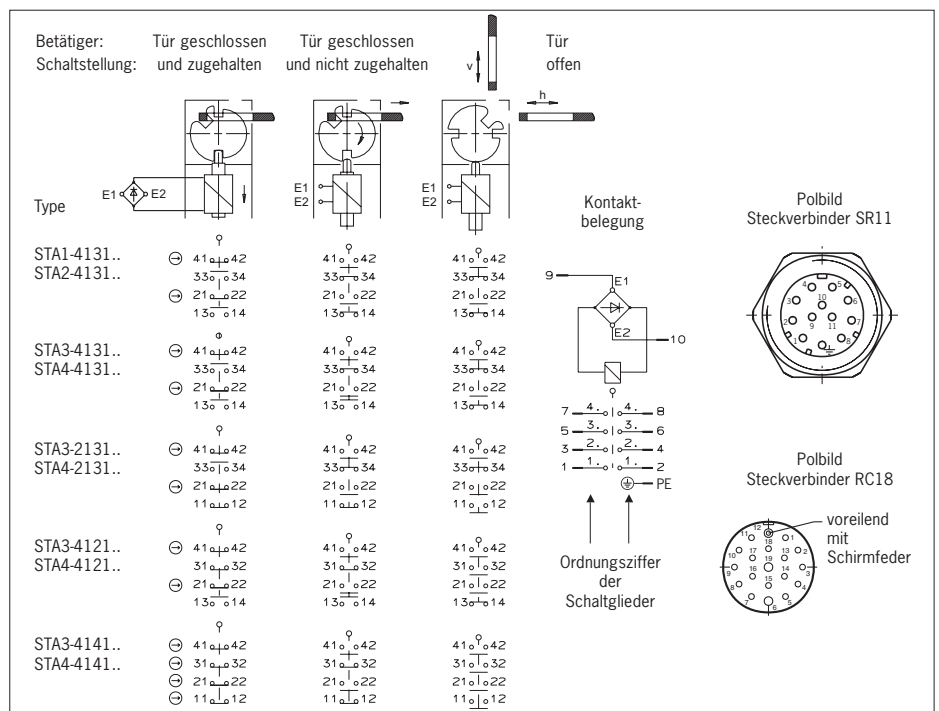

Bild 2: Schaltelemente und Schaltfunktionen
Beim Herausziehen des Betätigers schaltet der Türmeldekontakt und signalisiert, dass die Schutzzeineinrichtung geöffnet ist (siehe Bild 2 Spalte 3, *Tür offen*).
- ▶ Kontaktbelegung siehe Bild 2.